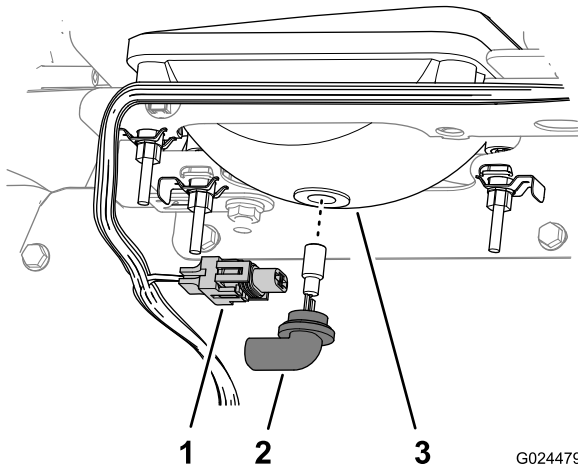

Bild 58
3. Schließen Sie den elektrischen Anschluss für den Kabelbaum vom Lampenanschluss hinten am Scheinwerfergehäuse ab (Bild 58).
4. Drehen Sie die Birne um eine Viertelumdrehung nach links und bewegen sie nach hinten aus dem Lampengehäuse (Bild 58).
5. Setzen Sie die neue Birne und das neue Scheinwerfergehäuse ein und fluchten Sie die Nasen in der Birne mit den Schlitzen im Scheinwerfergehäuse aus (Bild 58).
6. Drehen Sie die Lampe um eine Vierteldrehung nach rechts, um sie zu befestigen (Bild 58).
7. Schließen Sie den elektrischen Anschluss für den Kabelbaum am Anschluss der neuen Lampe an (Bild 58).